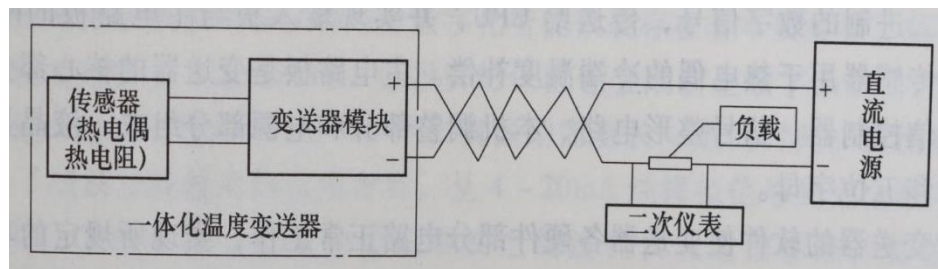

图 1 热电偶温度变送器电气接线图
2、图 1 为热电偶温度变送器电气接线图。图 2 为热电偶温度变送器调校图。回答下列问题。